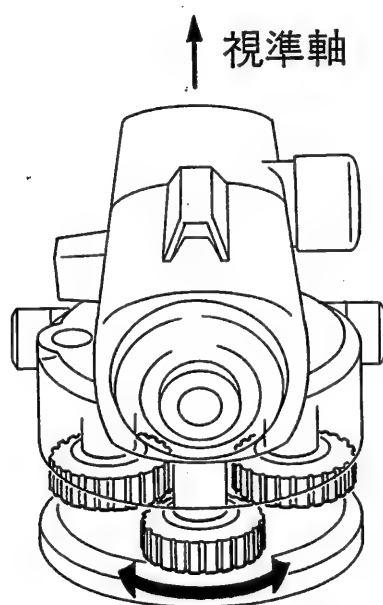

図6.4
- 2) 視準軸に近い整準ねじ 1 ヶを左右それぞれ $\frac{1}{8}$ 回転し、十字線の動きを見て下さい。(図6.4)